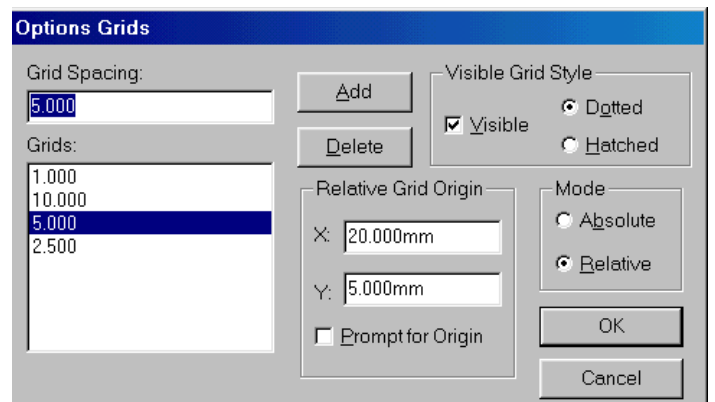

Рис. 4-1. Установка параметров сетки
2) Выбрав в основном меню команду **Options/Grids**, установите относительную (Relative) сетку с началом координат в точке (20, 5) и шагом сетки 5 мм, как показано на рис. 4-1.